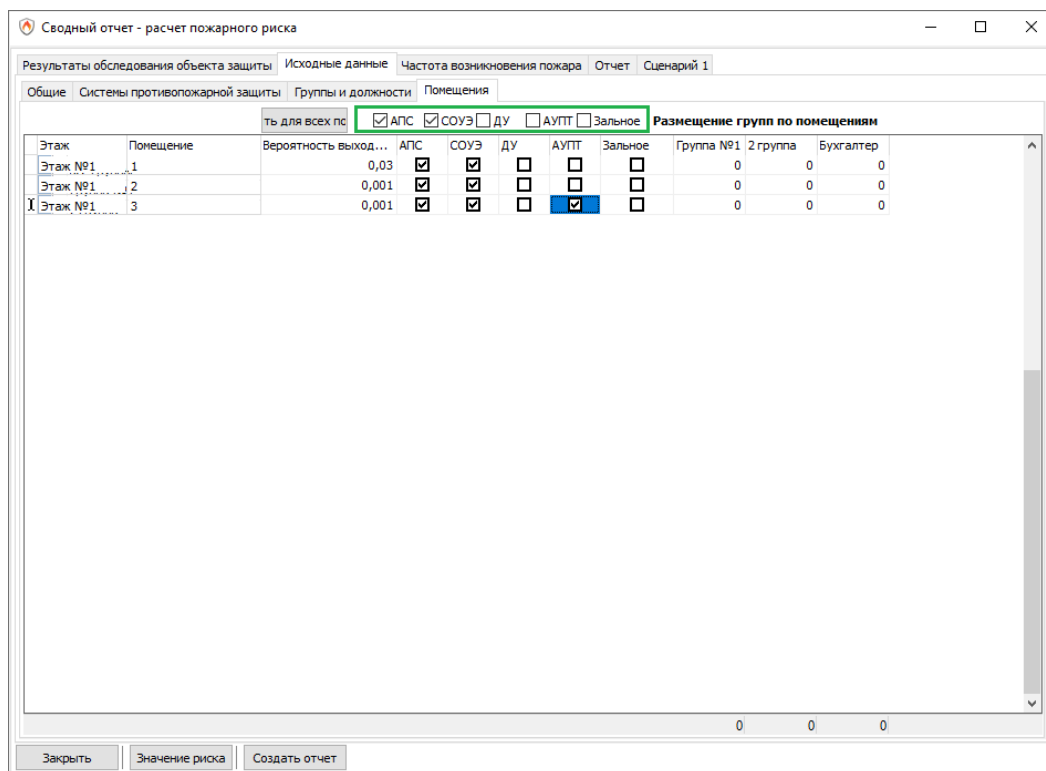

Рис. 9.13. Наличие средств противопожарной защиты в помещениях
1.1. Чтобы одновременно установить во всех помещениях требуемую систему установите галочку вверху таблицы, щелкнув по ней ЛКМ (см. рис. 9.13, в зеленом контуре, АПС и СОУЭ установлены во всех помещениях).
1.2. Чтобы отдельно указать наличие системы в отдельном помещении дважды щелкните ЛКМ напротив помещения по необходимому полю (см. рис.9.13, например, система АУПТ установлена только в помещении 3)